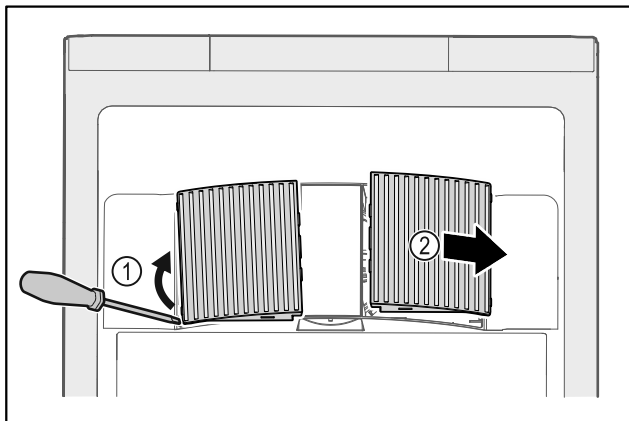

Fig. 201
- ▶ Óvatosan feszegesse le a ventilátor burkolatait oldalról Fig. 201 (1), és emelje le őket előre felé Fig. 201 (2).